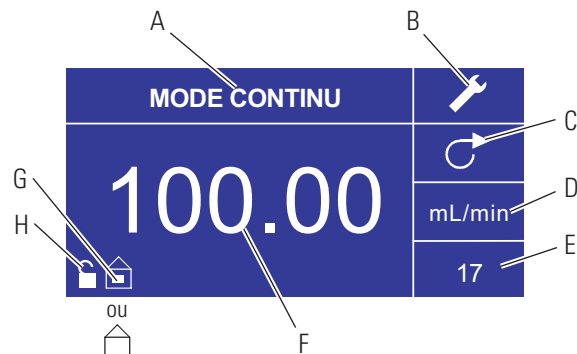

Figure 3-2. Écran Mode continu
- F. **Débit actuel :** Les chiffres du milieu indiquent le débit de l’entraînement dans l’unité de mesure sélectionnée et figurant à droite (voir position D, Figure 3-2).